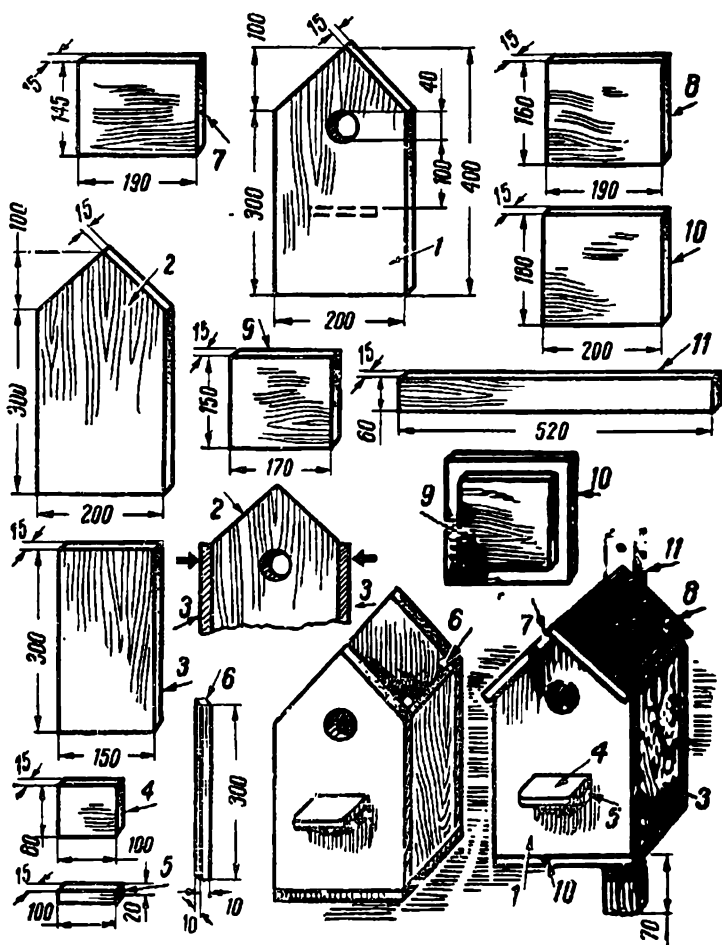

Рис. 81. Скворечник.
Скворечник (рис. 81) делают из досок толщиной 15 мм. Он состоит из передней (1) и задней (2) стенок, двух боковых стенок (3), левой части крыши (7), правой части крыши (8), внутреннего пола (9), наружного пола (10), четырех щелезакрывателей (6), ступеньки (4), подставки ступеньки (5) и держателя (11). Устройство его ясно из рисунка.